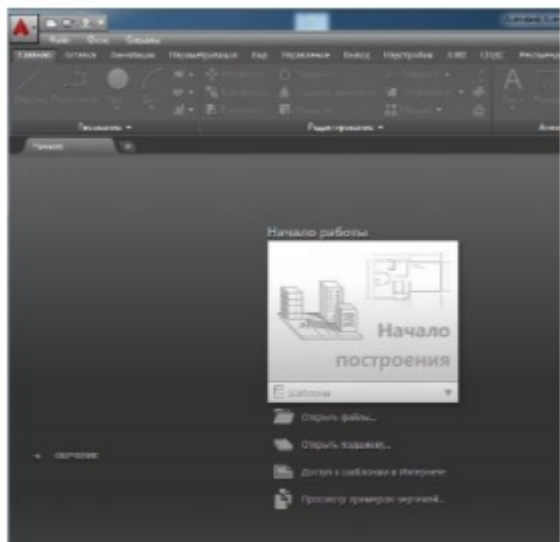

Рис. 1
Запустите AutoCAD двойным щелчком на пиктограмме на рабочем столе, или из главного меню Windows.. 2. AutoCAD загрузит свое меню и выведет на экран стартовое окно (рис. 1)
9. Чтобы загрузить уже существующий файл чертежа, следует выбрать закладку Открыть файлы... в стартовом окне (рис.1) или кнопку на панели быстрого доступа. В диалоговом окне "Выбор файла" откройте файл Л1_пример.dwg в папке с названием своей группы.